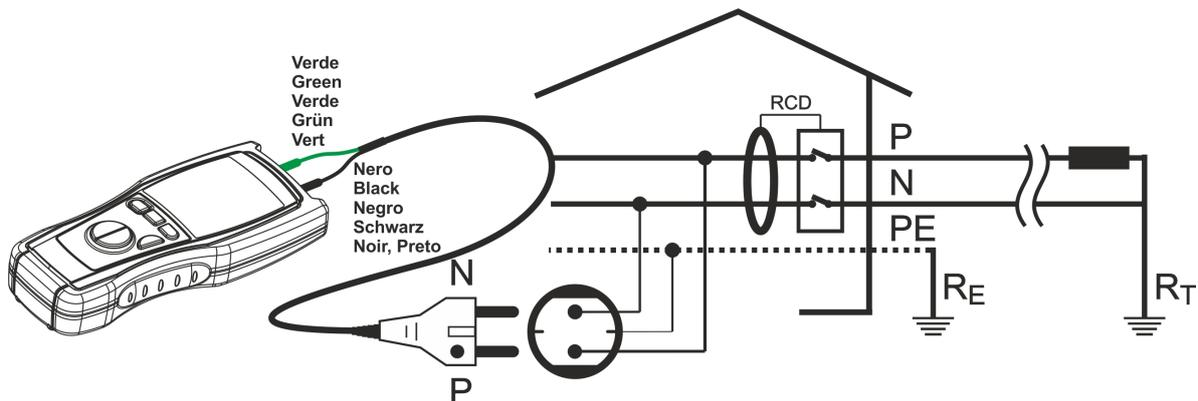

Fig. 13 : Connexion des bornes de l'instrument dans l'essai  $R_a$
6. Connecter la borne verte de l'instrument au conducteur de protection (terre) et le conducteur noir au câble de phase (voir Fig. 13).